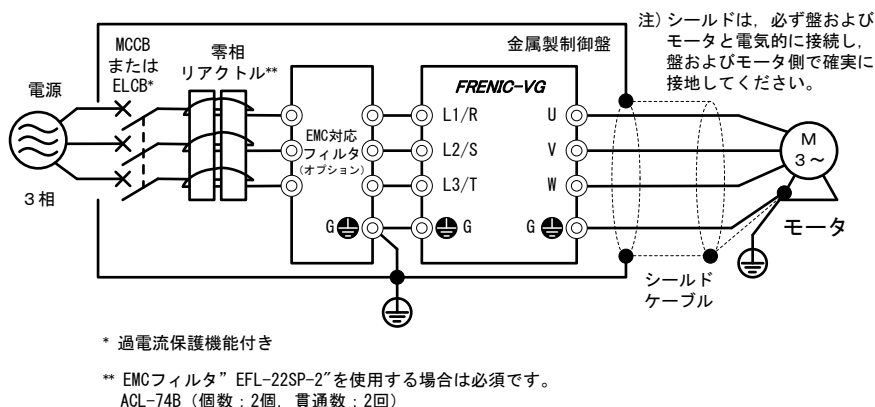

図8. 1-1 EMC 対応フィルタ（オプション）設置方法
- 3) 放射ノイズが規格を超える場合は、図 8. 1-1 に示すように金属製の盤内にインバータおよび周辺機器を設置してください。